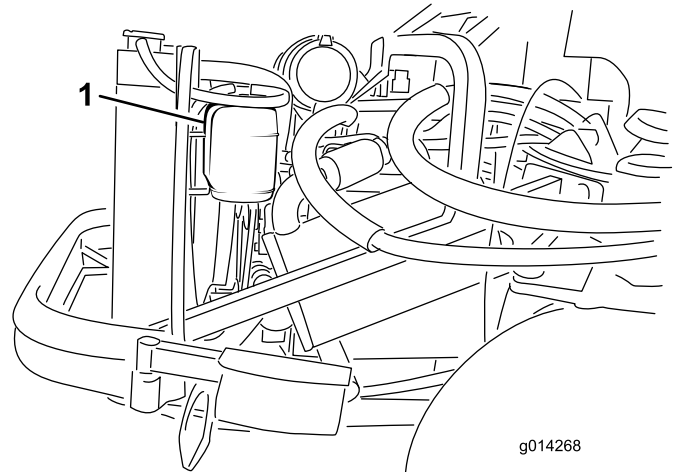

Figura 42
1. Controllate il livello di refrigerante nel serbatoio di espansione (Figura 42). Il livello di refrigerante deve essere compreso tra i segni previsti sul lato del serbatoio.